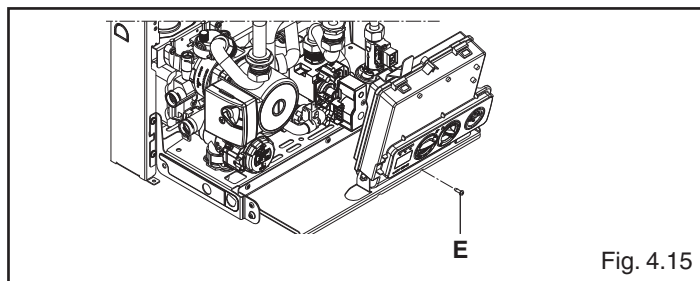

Fig. 4.15
- sollevare, quindi ruotare il cruscotto verso di sé (fig.4.15)
- rimuovere la vite (E) che fissa il cruscotto (Fig. 4.15)